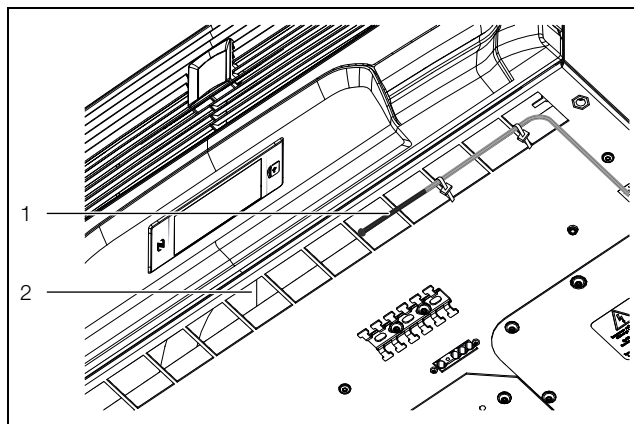

Fig. 20: Sensore di temperatura davanti alla bocchetta di uscita dell'aria fredda
- Installare il sensore di temperatura in posizione centrale davanti alla bocchetta di uscita dell'aria fredda del condizionatore (fig. 20).